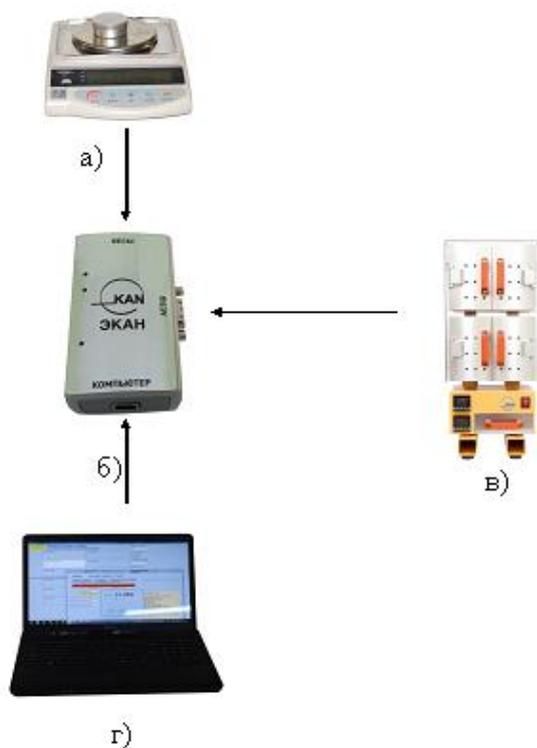

Рис.9
5. Соединить ПК, весы и установку, используя блок сопряжения, с помощью соединительных проводов в соответствии с наименованиями разъёмов, указанных на блоке (рис.9).